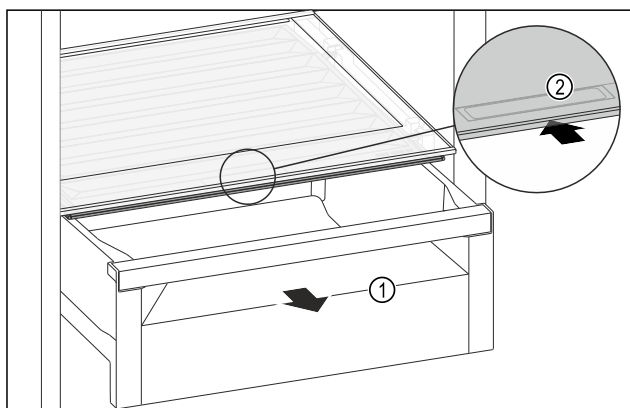

Fig. 221
- ▶ Zásuvku Fig. 221 (1) vytáhněte.
- ▶ Uchopte prohlubeň pro rukojeť Fig. 221 (2) na víku zásuvky a současně zasuňte víko zásuvky směrem dozadu.